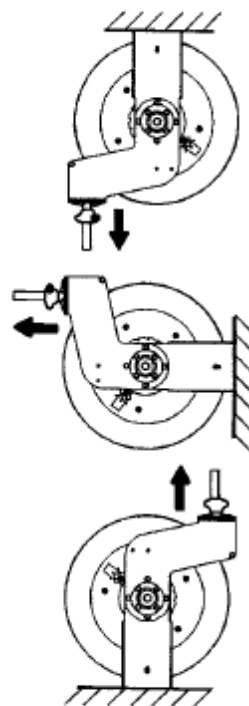
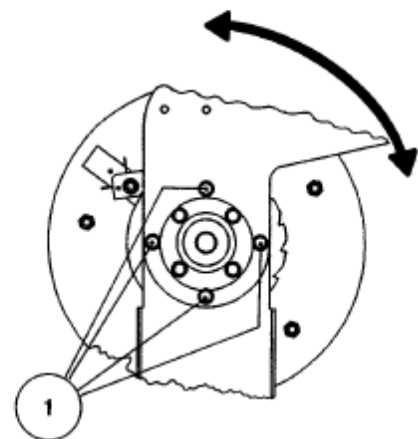

Fig. 2
Fig. 3
The hose reel is mounted directly on the wall, floor or ceiling. For optimum operation and longer life, position the hose reel as shown in figure 2.
To move the hose guide arms; remove the screws, (1) (figure 3) place the arms in required position and retighten the screws.
L'enrouleur se monte directement sur le mur, sur le sol ou bien même au plafond. Il est toutefois conseillé de placer l'enrouleur avec flexible comme il est indiqué sur la figure 2 afin de garantir un meilleur fonctionnement ainsi qu'une plus longue durée de vie du produit.
Pour placer correctement les bras de sortie, il suffit de desserrer et d'enlever les vis (1) (voir Figure 3), placer les bras dans la position désirée et les fixer à l'aide des vis.
För smidigare användning och längre hållbarhet, montera slangupprullaren och dess armar som i fig. 2. För att byta position på armarna, lossa skruvarna (1), fig. 3, placera armarna i önskat läge och dra åt skruvarna.